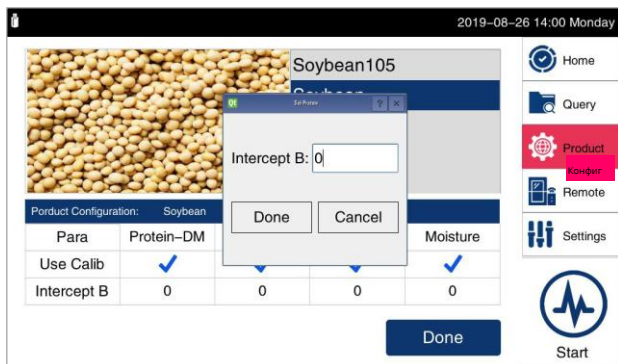

Рисунок 8. Регулировка B-значения
- 4) Настройте желаемую калибровку или отрегулируйте значение точки пересечения B на сенсорном экране. (Рисунок 8).